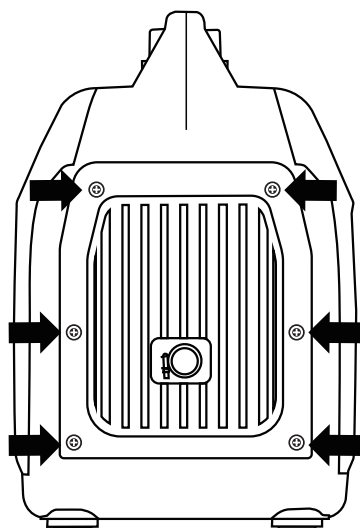

Figure 20: Déposer les vis qui maintiennent le couvercle du silencieux.
3. Retirer les vis qui maintiennent le couvercle du silencieux en place (voir Figure 20).